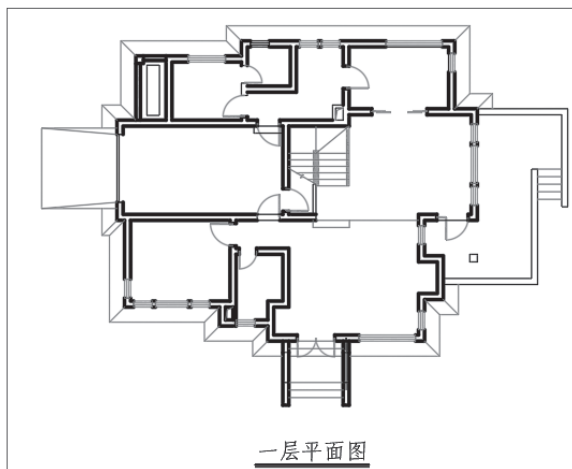

图 2-81
**步骤 14** 此时，平面图中相应图层中的图形也被隐藏了，如图2-81所示。